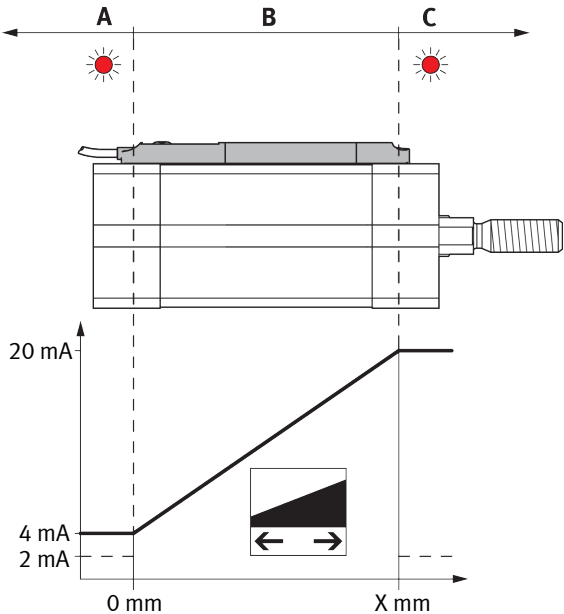

Fig. 2: Curva característica de la salida analógica
1) Zona Fig. 2, zonas A y C: LED rojo se ilumina